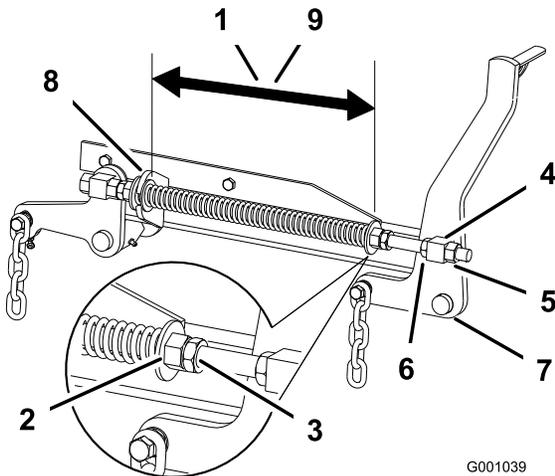

Bild 76
- Prüfen Sie den Abstand zwischen den beiden großen Scheiben. Für Mähwerke mit 132 cm sollte der Abstand 28,2 cm und für Mähwerke mit 152 cm sollte der Abstand 26,7 cm betragen (Bild 76).
- Stellen Sie den Abstand ein. Lösen Sie die Federklemmmutter und drehen Sie die Mutter vorne an jeder Feder (Bild 76). Wenn Sie die Mutter nach rechts drehen, wird die Feder verkürzt. Wenn Sie die Feder nach links drehen, wird sie verlängert.
- Arretieren Sie die Mutter, indem Sie die Federklemmmutter anziehen (Bild 76).